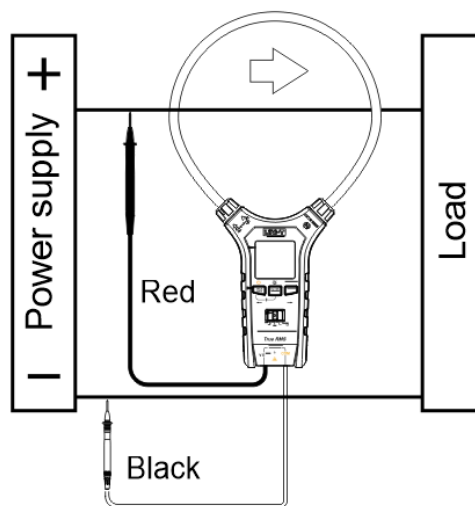

Abbildung 6
4. Leistungsmessung (Abbildung 6)